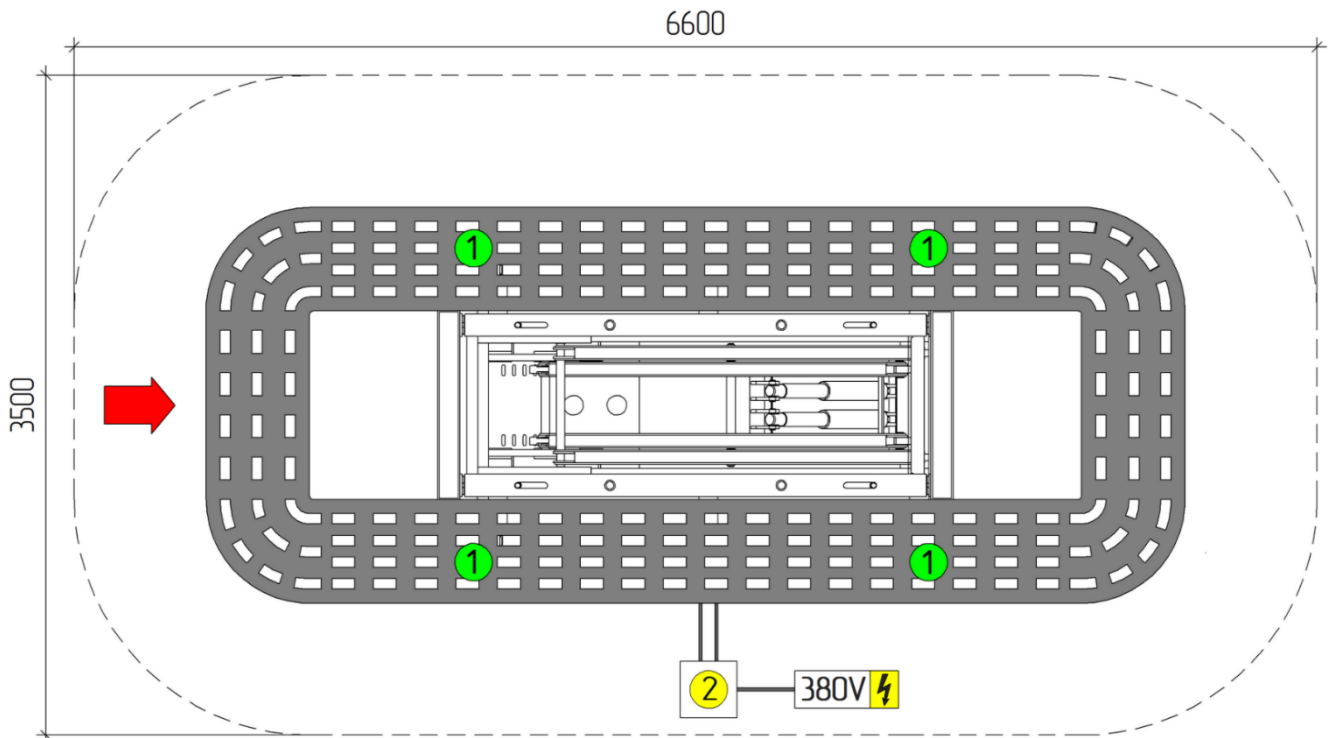

Рисунок 7 – Подготовка платформы к работе
- Расположите стенд в районе предполагаемого участка работы стенда, направив переднюю часть платформы (сторона местоположения гидроцилиндров ножничного подъемника) в сторону направления заезда ремонтируемого автомобиля (рисунок 7).